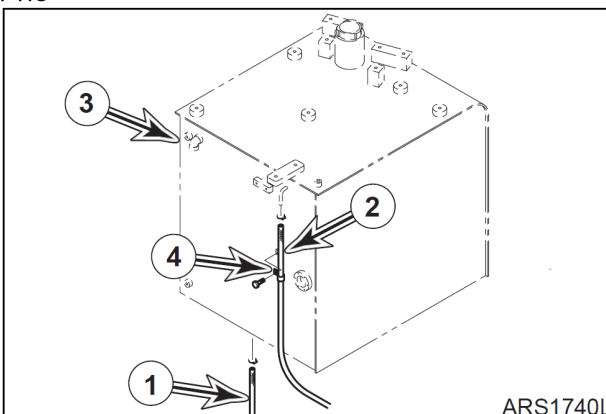

Рис. 18
10. Подсоединить в соответствии с маркировкой подающий топливопровод (1, рис. 18) и обратный топливопровод (2) к топливному баку (3).
11. Установить зажим (4, рис. 18), которым обратный топливопровод (2) крепится к баку (3).